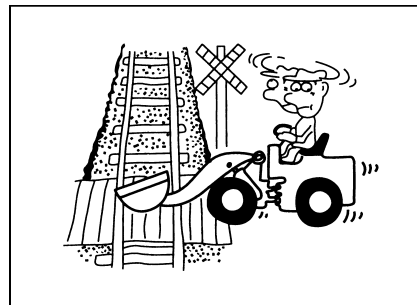

Рис. 1-50
- При движении по шоссе или высокоскоростной трассе следует сначала прочитать инструкцию продукции, хорошо знать и соблюдать местные законоположение и правила уличного движения, применить знаки «медное движение», обеспечить правильное применение знаков, предупредительных ламп и предупредительных знаков, должны не вызвать препятствие уличного движения, особенно следует быстро проходить проезд (рис. 1-50).